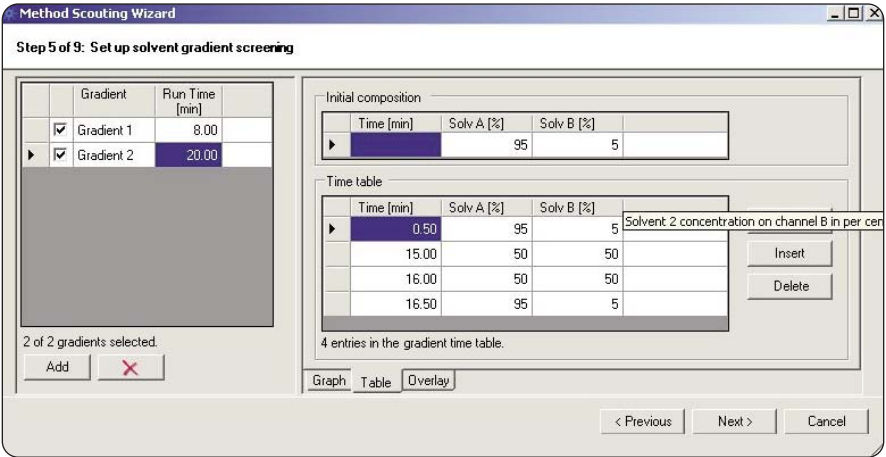

图 5.
• 设置梯度选择 (图 5)
如果要为筛选实验选择预先设置的梯度, 将出现图 5 所示的屏幕。在这里, 定义梯度既可以用图形也可以将相关条目输入梯度表中。同样, 也可以选择预先设置的温度, 并添加到筛选列表中 (未显示)。